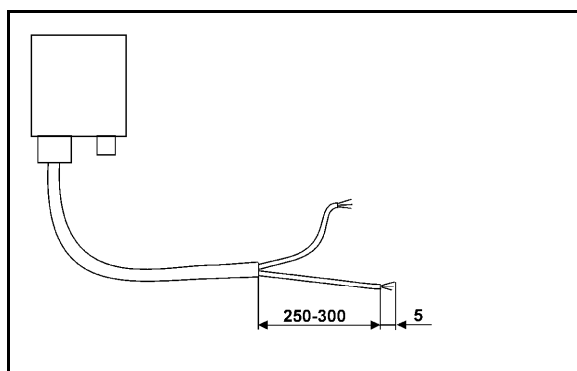

Fig. 3
Eksempel (fig. 3/6)
3. Kabelenden (Fig. 3) afisoleres ca. 250 til 300 mm
- Kabelenderne (Fig. 3) afisoleres enkeltvis 5 mm.